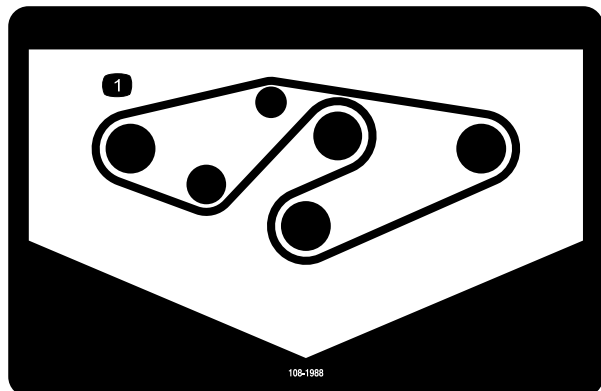

Figura 35
4. Pase la correa nueva alrededor de las poleas de los ejes y del conjunto de la polea tensora, según se muestra en Figura 35.